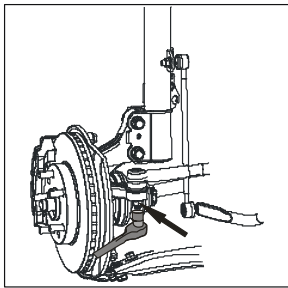

Рисунок III-3
2. Отверните болт, соединяющий шаровой шарнир рулевой тяги и поворотный кулак с тормозным диском в сборе и выньте шарнирный палец (если необходимо) (см. Рисунок III-3).